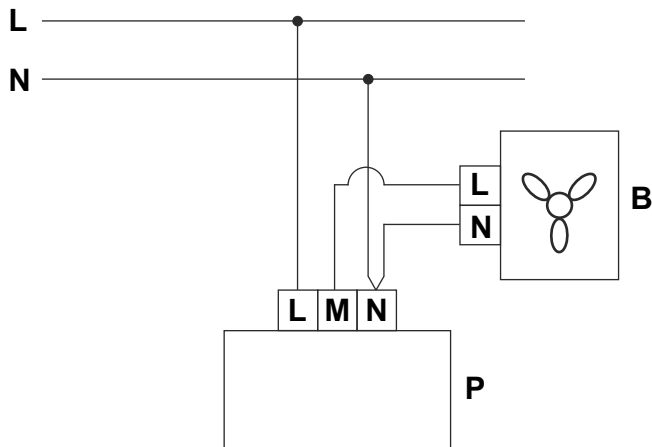

Рис. 3. Схема підключення регулятора
- зняти ручку керування регулятора (1);
- відкрутити гайку (2) кріплення декоративної кришки та зняти декоративну кришку (3);
- відкрутити шурупи (4) кріплення регулятора від монтажної коробки і зняти регулятор (5);
- провести у монтажну коробку (6) з'єднувальні дроти;
- підключити дроти до клемника, розташованого на платі регулятора, згідно зі схемою підключення (рис. 3) та наліпкою на клемнику;